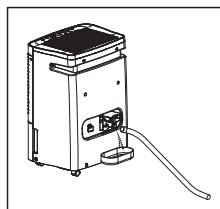

fig. 6
- Cuando desee quitar la manguera de jardín, prepare una bandeja de goteo (no suministrada) para acumular el agua de la boquilla. (fig.6)